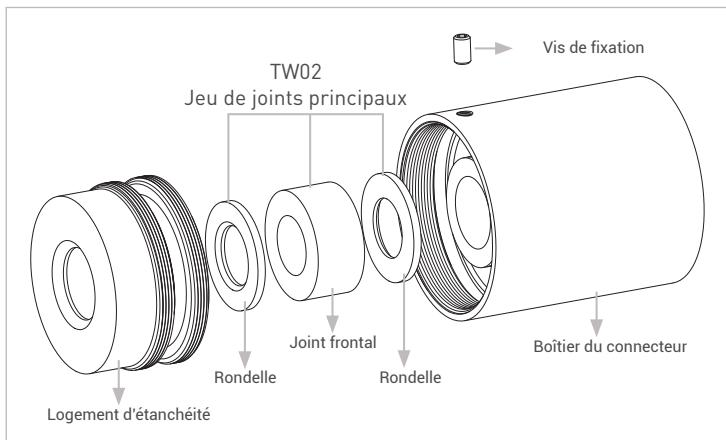

Figure 7
- ▶ Insérez le nouveau jeu de joints principaux, comme décrit sur *Figure 7*, dans le logement d'étanchéité.